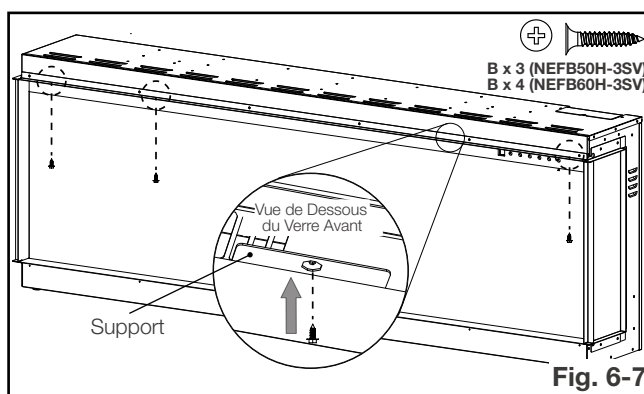

Fig. 6-7
3. Sécurisez les vis à tête plate (fournies) à travers les trous de support (**Fig. 6-7**).